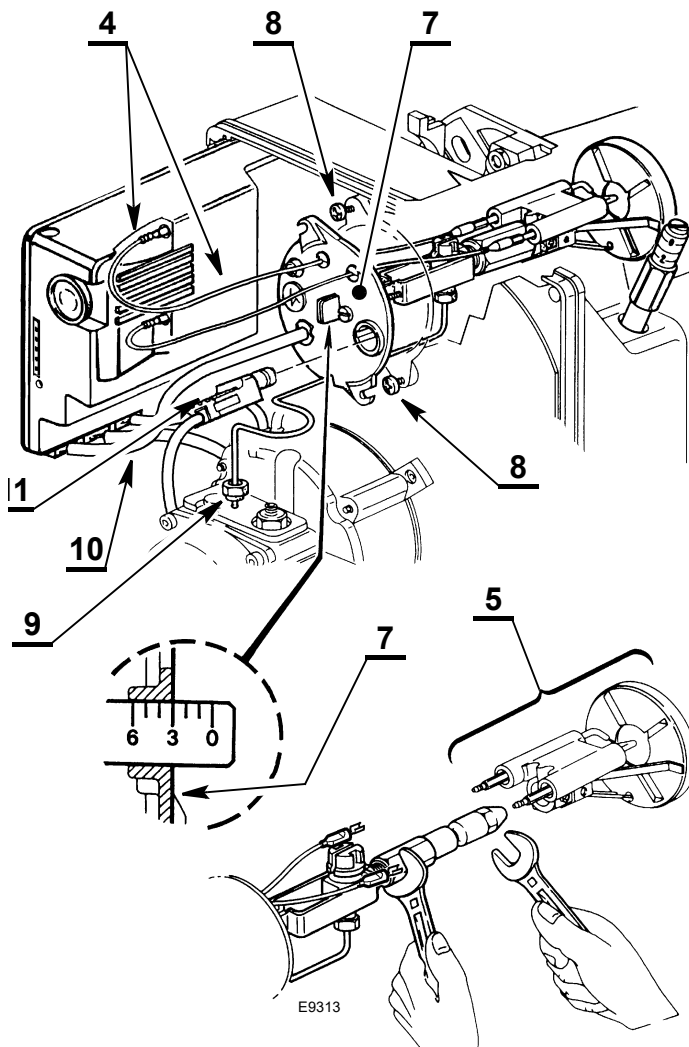

Abb. 16
**1. Art (Abb. 16):**
- Die Kabel 4)(Abb. 16) vom Steuergerät und dem Flammdetektor 11) abziehen und die Mutter 9) von der Pumpe abschrauben.
**2. Art (Abb. 16):**